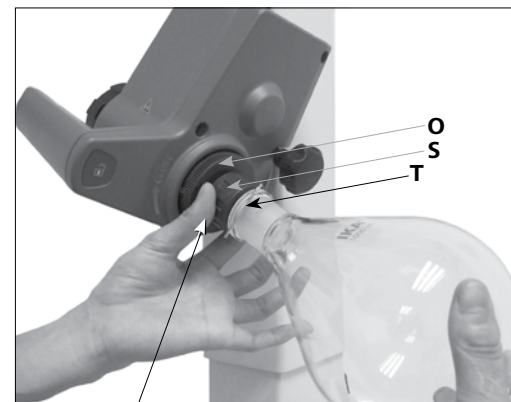

Fig. 15b
- クリップがフランジに付くまでプラスチック製ナット(P)をクリップ(S)と共に反時計回りに回します。(Fig. 15b)